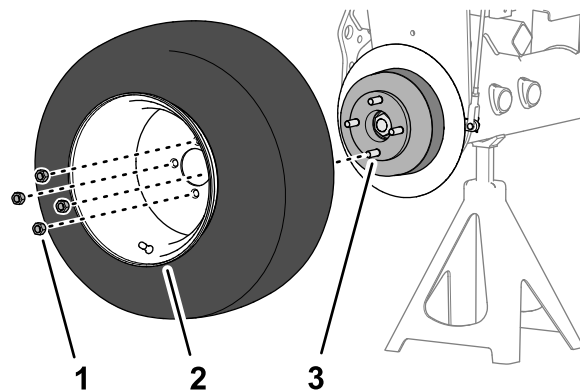

Bild 63
1. Entfernen Sie die vier Radmutter, mit der das Vorderrad an der Nabe befestigt ist, und nehmen Sie das Rad ab (**Bild 63**).